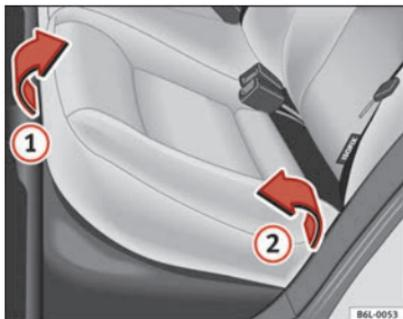
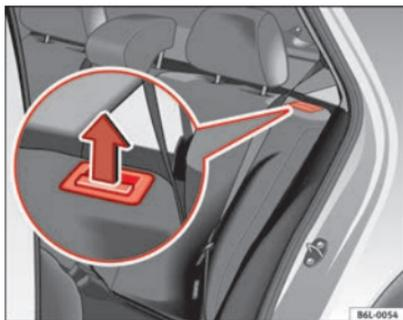

Fig. 73 Sollevamento dell'elemento orizzontale del sedile posteriore
Fig. 74 Tasto di sbloccaggio dello schienale del sedile posteriore
- Tirare il bordo anteriore dell'elemento orizzontale del sedile ⇒ fig. 73 ① verso l'alto in direzione della freccia.
- Sollevare l'elemento orizzontale ② in avanti in direzione della freccia.
- Tirare il tasto di sbloccaggio ⇒ fig. 74 nella direzione indicata dalla freccia e ribaltare lo schienale in avanti.